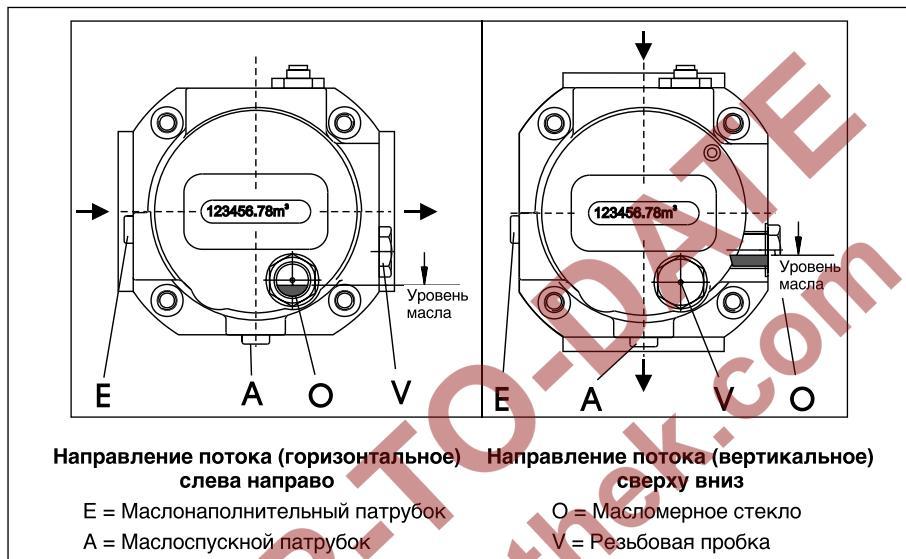

Рис. 8: Горизонтальное и вертикальное положения встраивания, наполнение масла и индикация уровня масла в счетчике типа RVG-ST
- При **горизонтальном направлении потока** имеется два отверстия для наполнения масла E или V. Спускное отверстие A находится на самой низкой точке. Масломерное стекло O находится на передней стороне счетчика под счетным механизмом (рис. 8 слева).
- При **вертикальном направлении потока** можно использовать только маслонаполнительное отверстие E. Спускное отверстие A находится на самой низкой точке. Теперь масломерное стекло расположено справа на передней крышке корпуса (рис. 8 справа).